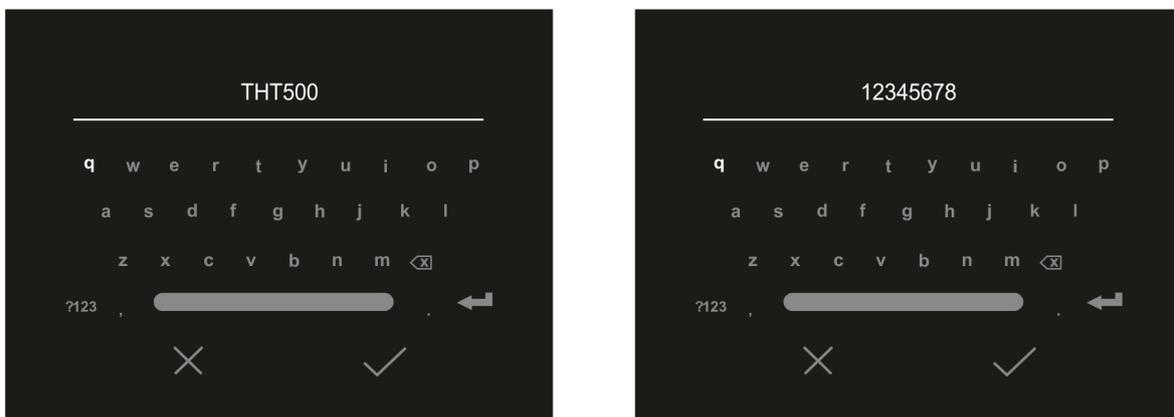

Fig. 18: Definição SSID e Password da ligação WiFi
1. Clicar em “Date/Time” para definir a data/hora do sistema. O ecrã da Fig. 18 - lado direito é exibido: